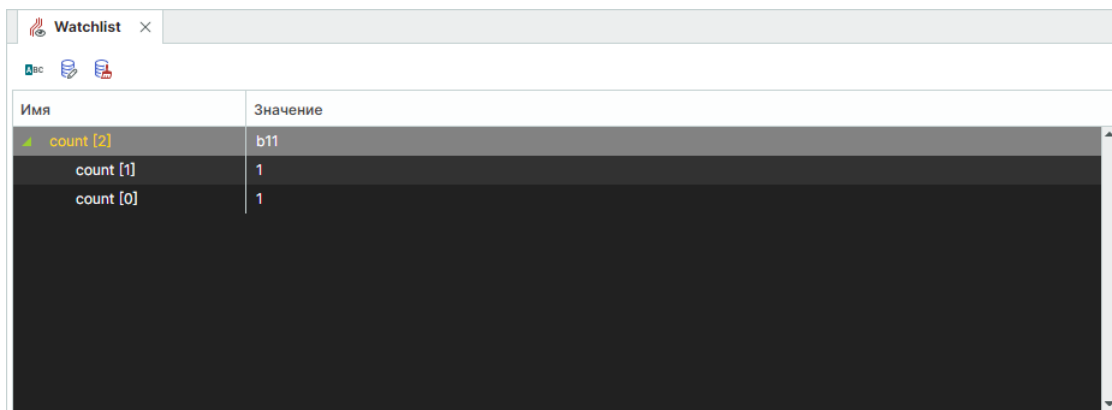

Рис. 49 Список отображаемых данных
3. Данные будут обработаны и отображены в окне списка наблюдений, см. Рис. 49.